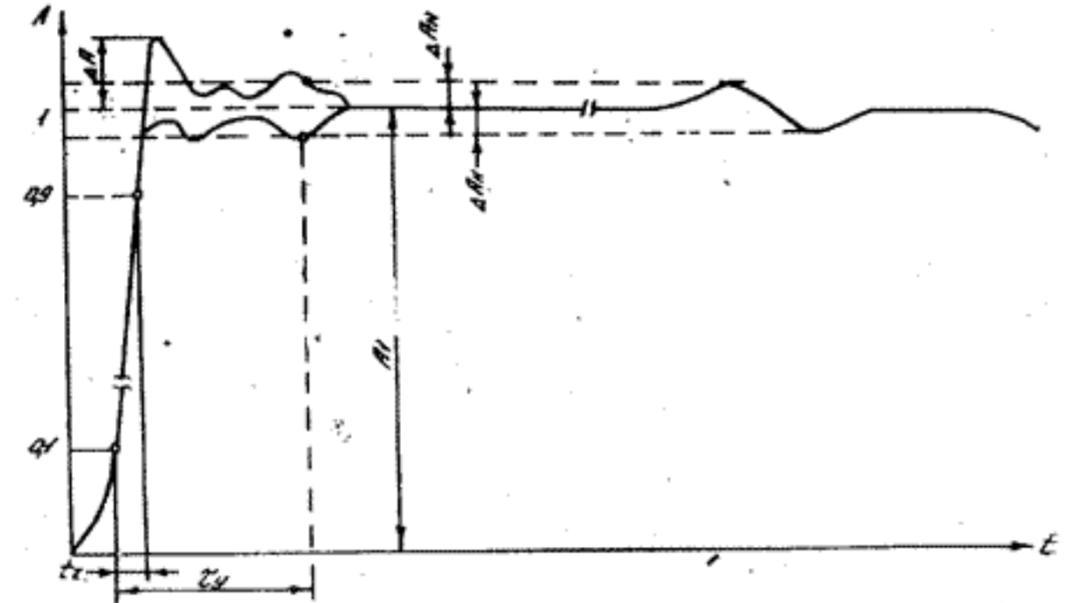

Рис. 21. Изображение импульсов на экране ЭЛТ при проверке времени нарастания, выброса, времени установления переходной характеристики и неравномерности.
Время установления ( $\tau_y$ ) переходной характеристики определяется как интервал времени, отсчитываемый от момента достижения уровня 10% установившегося (амплитудного) значения ПХ до момента времени, начиная с которого неравномерность ПХ не превышает заданного значения (рис. 21).
Время нарастания ( $t_r$ ) переходной характеристики определяется как интервал времени, в течение которого переходная характеристика нарастает от 10 до 90% установившегося (амплитудного) значения (рис. 21).
14.3.3.4. Параметры переходной характеристики определяют (рис. 21) методом прямых измерений при помощи генератора испытательных импульсов Г5-56.